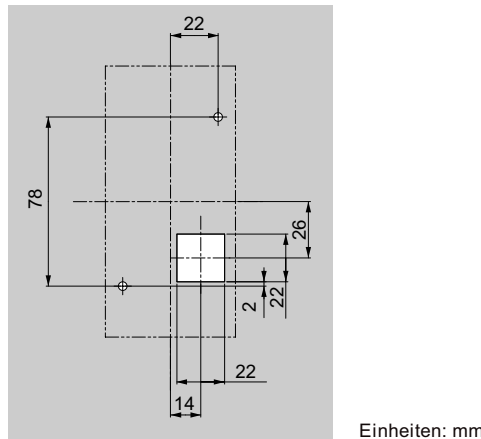

Abb. 2.8 Abmessungen des Schrank-Ausschnittes (Externe/Frontmontage)
1. Für das digitale Bedienfeld ist eine Öffnung in den Schaltschrank zu schneiden, wie in Abb. 2.8 gezeigt.